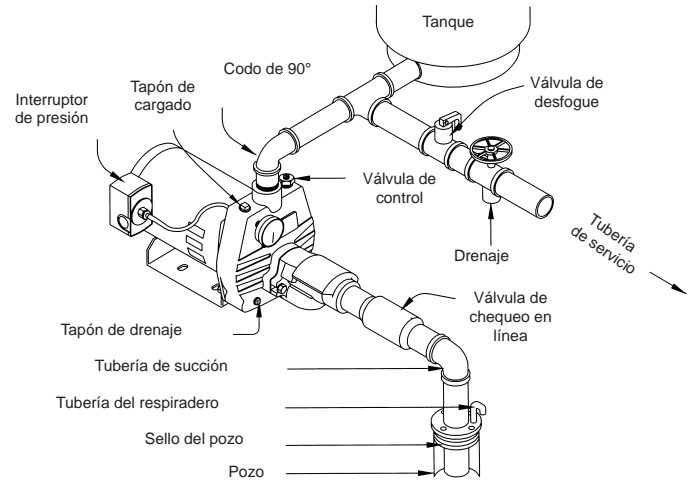

Fig. 3b POZO POCO PROFUNDO (CON VÁLVULA DE CHEQUEO EN LÍNEA)
- Tuberías de Presión y Succión:** Se recomienda usar únicamente tuberías nuevas y limpias de 1-1/4". Si la bomba se instala a una distancia apreciable del suministro de agua, el tamaño de la tubería de succión debe incrementarse a 1-1/2". Los tramos horizontales de la tubería deben tener una pendiente gradual de la fuente de agua a la bomba para evitar burbujas de aire en la línea. Se debe usar compuestos para roscas en todas las uniones de la tubería, y las conexiones deben estar bien ajustadas. **Se debe instalar una válvula de pie** y su operación debe inspeccionarse debido a que las fugas evitan la operación apropiada del sistema. Asegúrese de ubicar la válvula de pie de tal manera que siempre esté sumergida. Si el pozo no puede proveer la misma cantidad de agua que la bomba succiona, instale una tubería de escape hasta 30 pies de largo entre el inyector y la válvula de pie. Al vaciarse el pozo debido a la fuerte demanda, la capacidad de la bomba disminuirá y el nivel del agua no caerá por debajo de la válvula de pie haciendo perder la carga de la bomba. Si se usa una base al fondo del pozo, o un pozo guiado, instale una válvula de chequeo junto a la aspiración de la bomba en lugar de la válvula de pie. (Fig. 3b). **Todas las instalaciones deben tener una válvula de pie o de chequeo en la tubería de succión.**